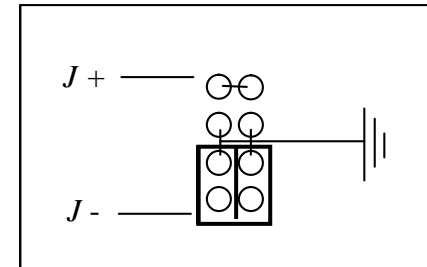

Рис. 5 Заземление минусовой клеммы
11.3 На основной плате возле отрицательной выходной шины найдите разъем заземления – см. рис. 5. Заводская установка перемычки – заземление по минусовой клемме источника.